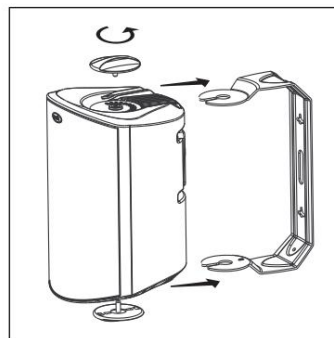

FIGURA 10: Rotiți butoanele de susținere pentru a îndepărta suportul.
4. Folosind suportul ca șablon, marcați cu un creion locația celor două fante tip gaură de cheie pe perete. Puteți face acest lucru prin scoaterea butoanelor de montare din partea superioară și inferioară a difuzorului și prin scoaterea suportului [Figura 10].